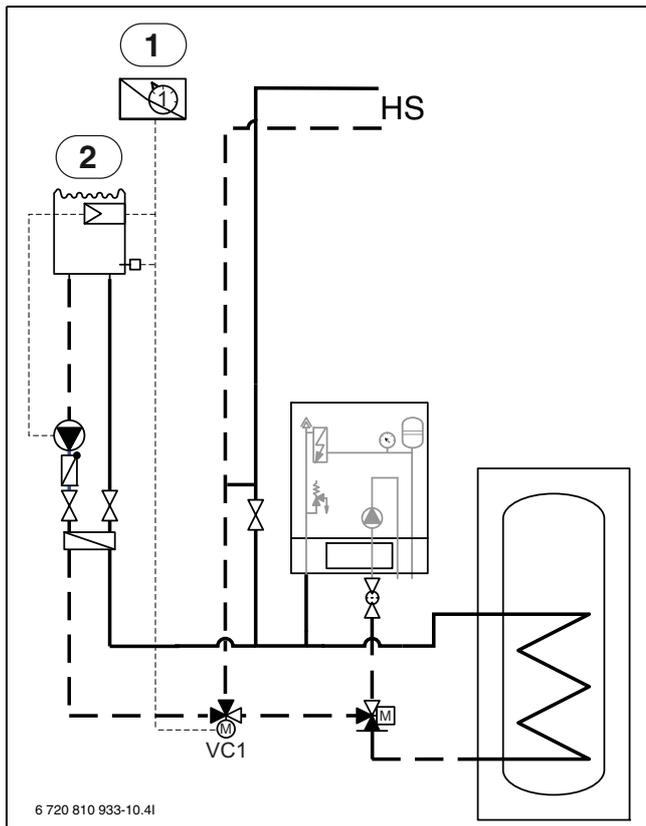

Рис. 10 Пример отопительной системы с бассейном
- ▶ Установите смеситель бассейна в обратную линию к внутреннему блоку (→ [VC1] рис. 10).